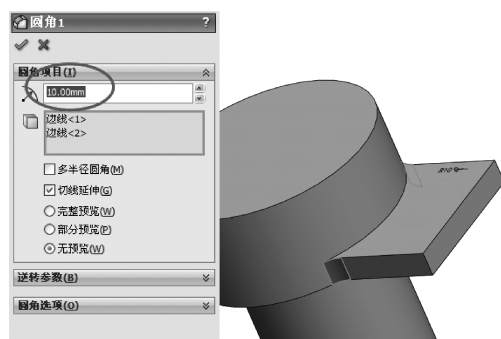

图 14-45 生成圆角特征
3) 单击【特征】工具栏中的（圆角）按钮，在【属性管理器】中弹出【圆角】属性设置。在【圆角项目】选项组中，设置（半径）为 10.00mm，单击（边线、面、特征和环）选择框，在图形区域中选择模型的 2 条边线，单击（确定）按钮，生成圆角特征，如图 14-45 所示。